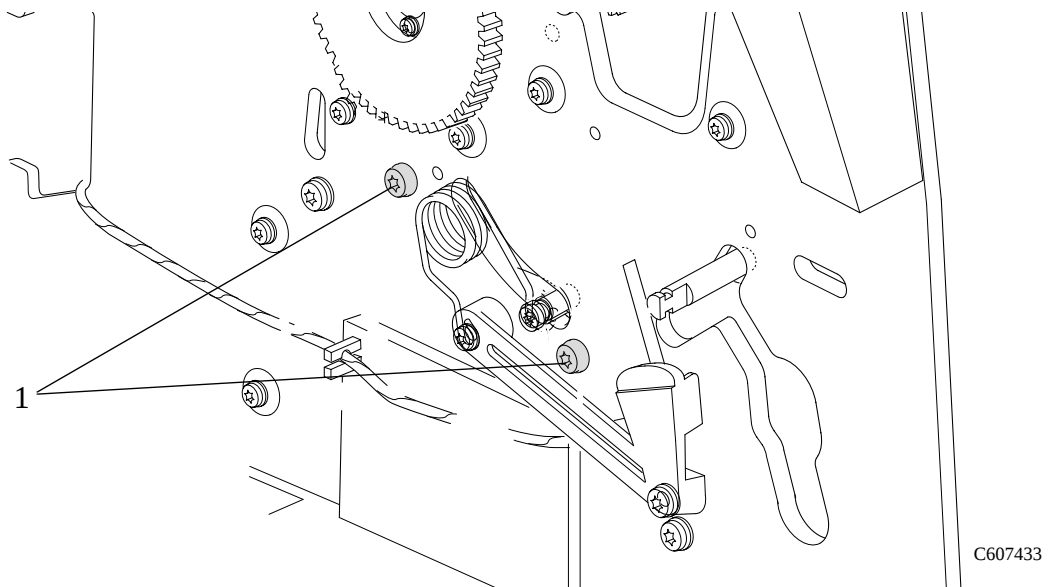

図 78 : センタ ガイド左側のネジ
- 3 センタ ガイドの左側を固定している左のサイド プレートから、2本のT-15のネジを取り外します (図78参照)。